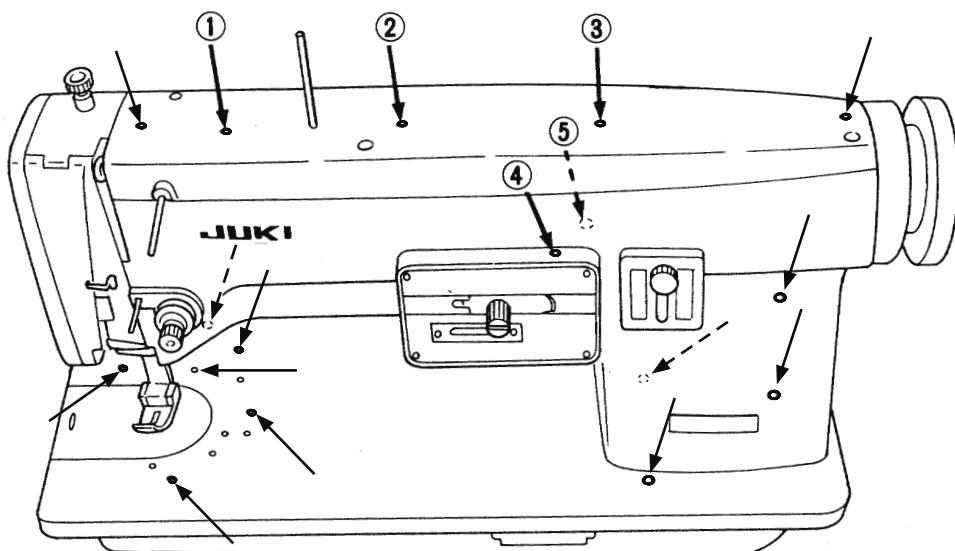

図9 給油個所
ミシンの取扱いの上で給油は大切なことです。毎日お使いになると、つぎの通り給油して下さい。まず、給油個所は赤印がつけられている油穴に毎日1～2滴注油して下さい。（図9で矢印で示された個所）特に、太い矢印で示されている①②③④⑤へは、毎日御使用前に5～6滴さして下さい。ここには油タンクがあって、ここから重要な個所へ給油されるように設計されています。（図9の破線の矢印は向側のベット上の油穴で図ではみえない）